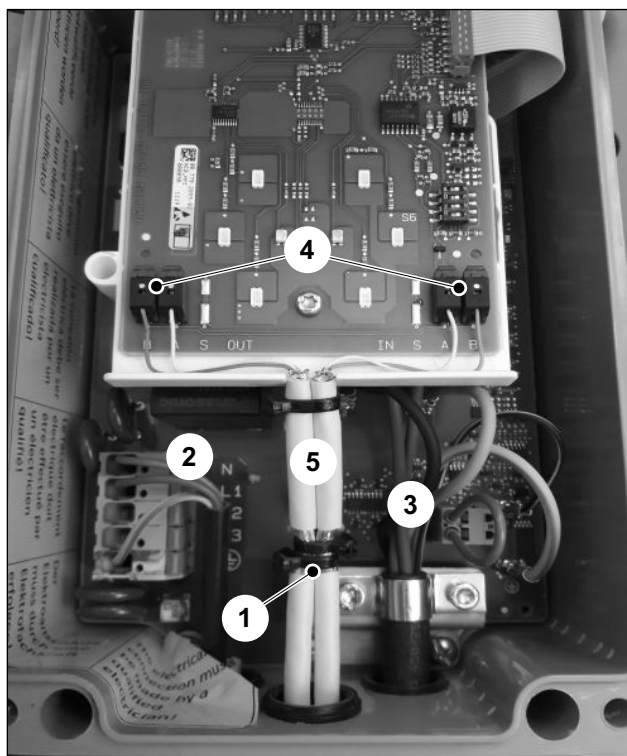

Fig. 5 Entrée de câble en cas de câblage linéaire
Deux câbles de bus (fig.) sont raccordés à toutes les autres bornes de recharge (fig. 5).
Les conducteurs du câble d'alimentation (fig. 5/2) et ceux du câble de charge (fig. 5/3) doivent être espacés autant que faire se peut du câble de bus.
3. Fixez les blindages dénudés à l'aide d'une ou de deux attaches souples à la borne du blindage (fig. 5/1).
4. Dénudez les deux conducteurs sur environ 8 mm et raccordez-les aux bornes voulues (fig. 5/4).
Les câbles de bus doivent être munis de leur gaine entre la borne du blindage et le circuit imprimé de raccordement (fig. 5/5).